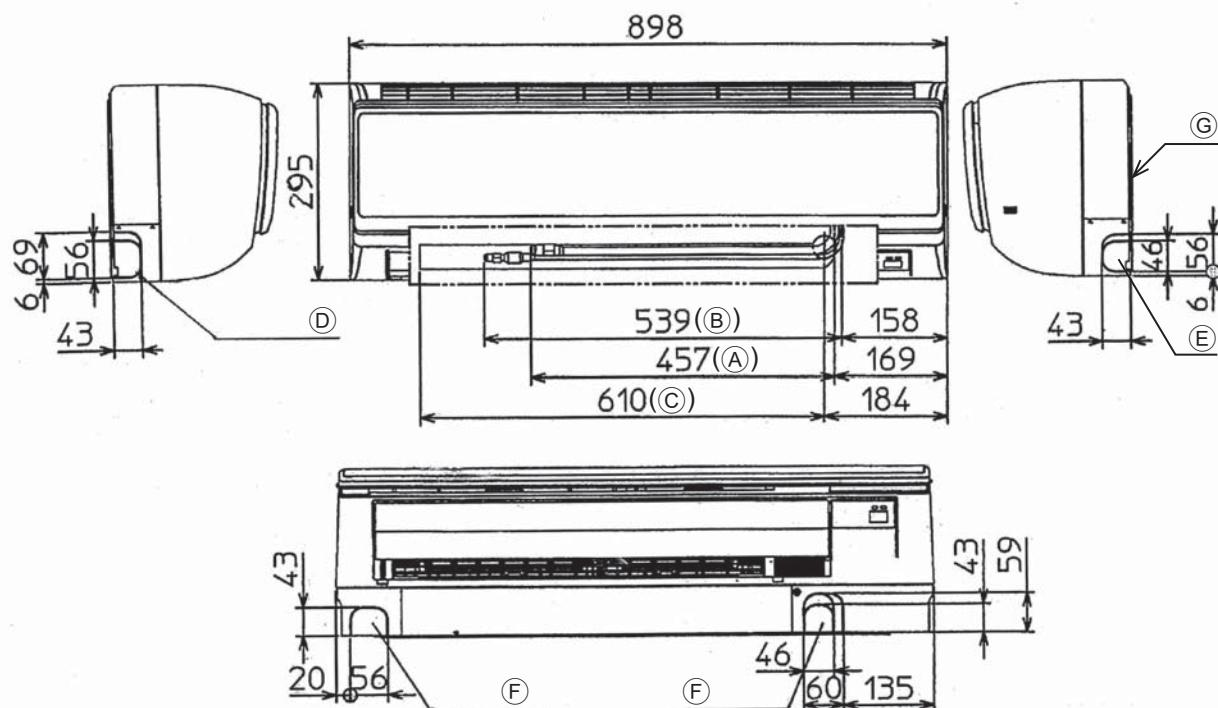

Рис. 4-2
4.3. Выбор расположения труб хладагента и дренажных труб (Рис. 4-2)